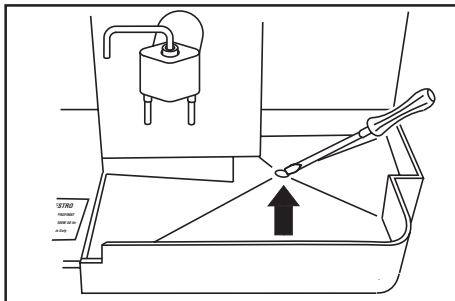

Fig. 4
- In der Abtropfschale befindet sich eine Vertiefung (Abb.4). Wird die Schale direkt an einen Abfluss angeschlossen, muss diese Vertiefung mit einem Schraubenzieher durchbrochen werden.